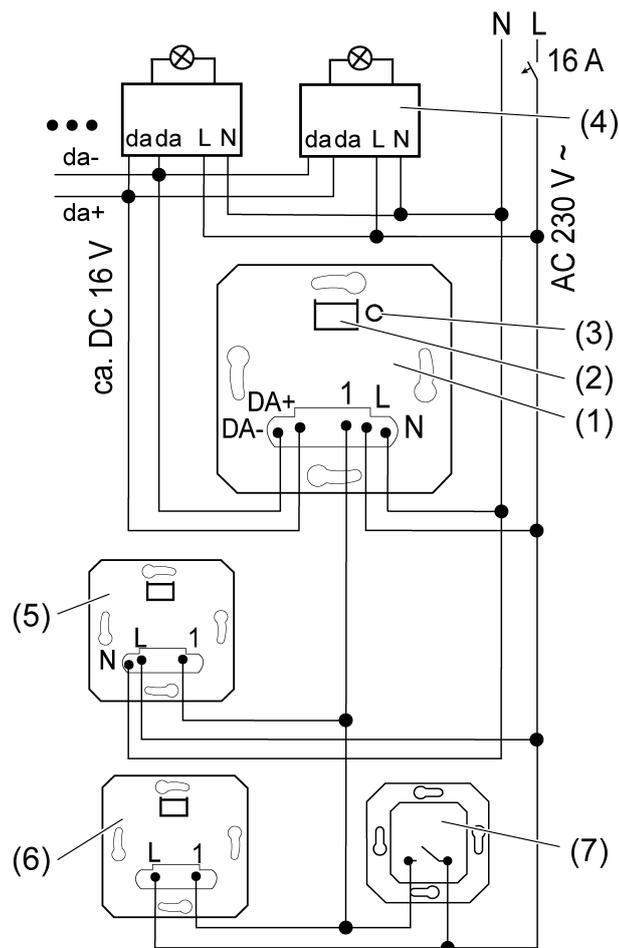

Bild 1: Anschlussplan mit optionalen Nebenstellen
- DALI-Einsatz (1) und DALI-Teilnehmer (4) gemäß Anschlussplan anschließen (siehe Bild 1).
- i** Durch kurze Betätigung der Taste **Test** (3) kann die angeschlossene Beleuchtung auch ohne Aufsatz geschaltet werden.